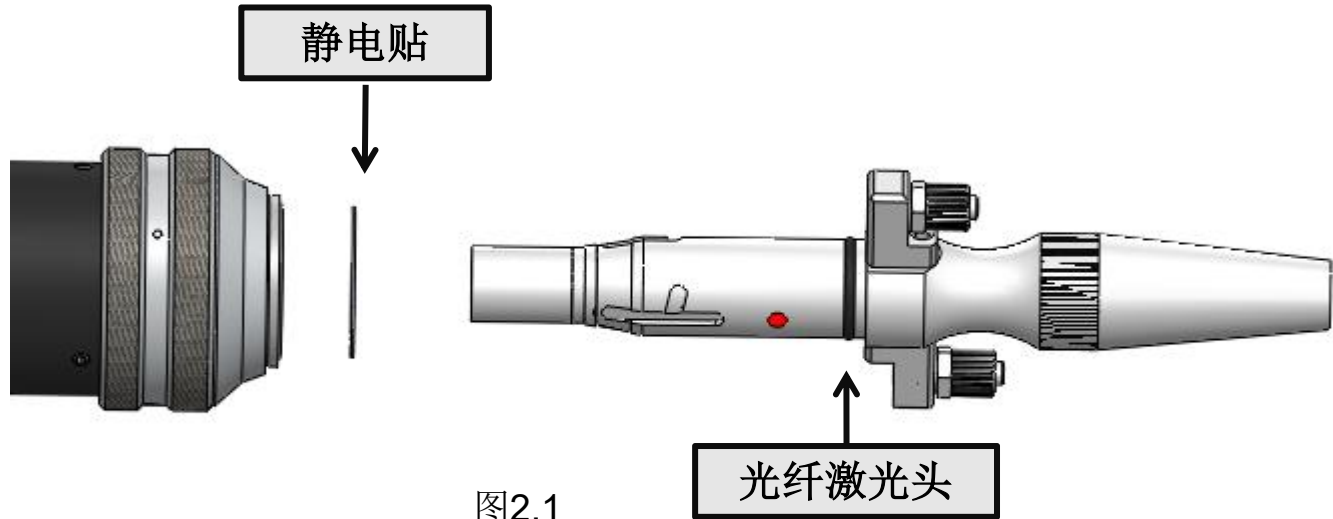

图2.1
- ① 将切割头水平放置，取下头子上的白色帽子与静电贴，取出防尘密封塞和防尘套，如下图2.1所示。